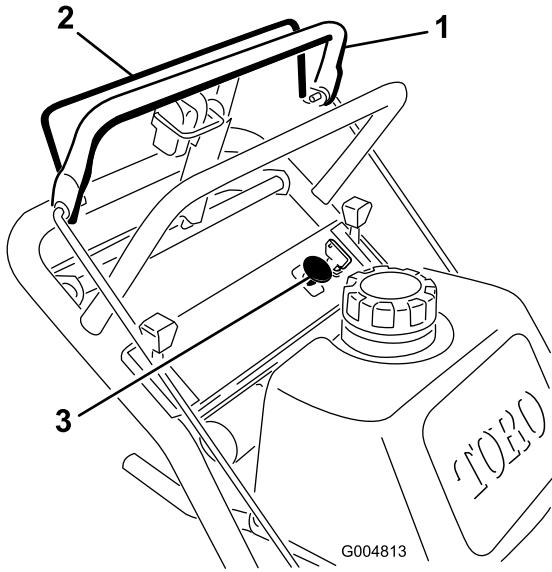

Figura 9
1. Suelte la barra de control superior para parar la máquina (Figura 9).
- Para engranar las cuchillas, apriete la barra de control de las cuchillas contra la barra de control superior (Figura 9).
Suelte la barra de control de las cuchillas para desengranar las cuchillas (Figura 9).